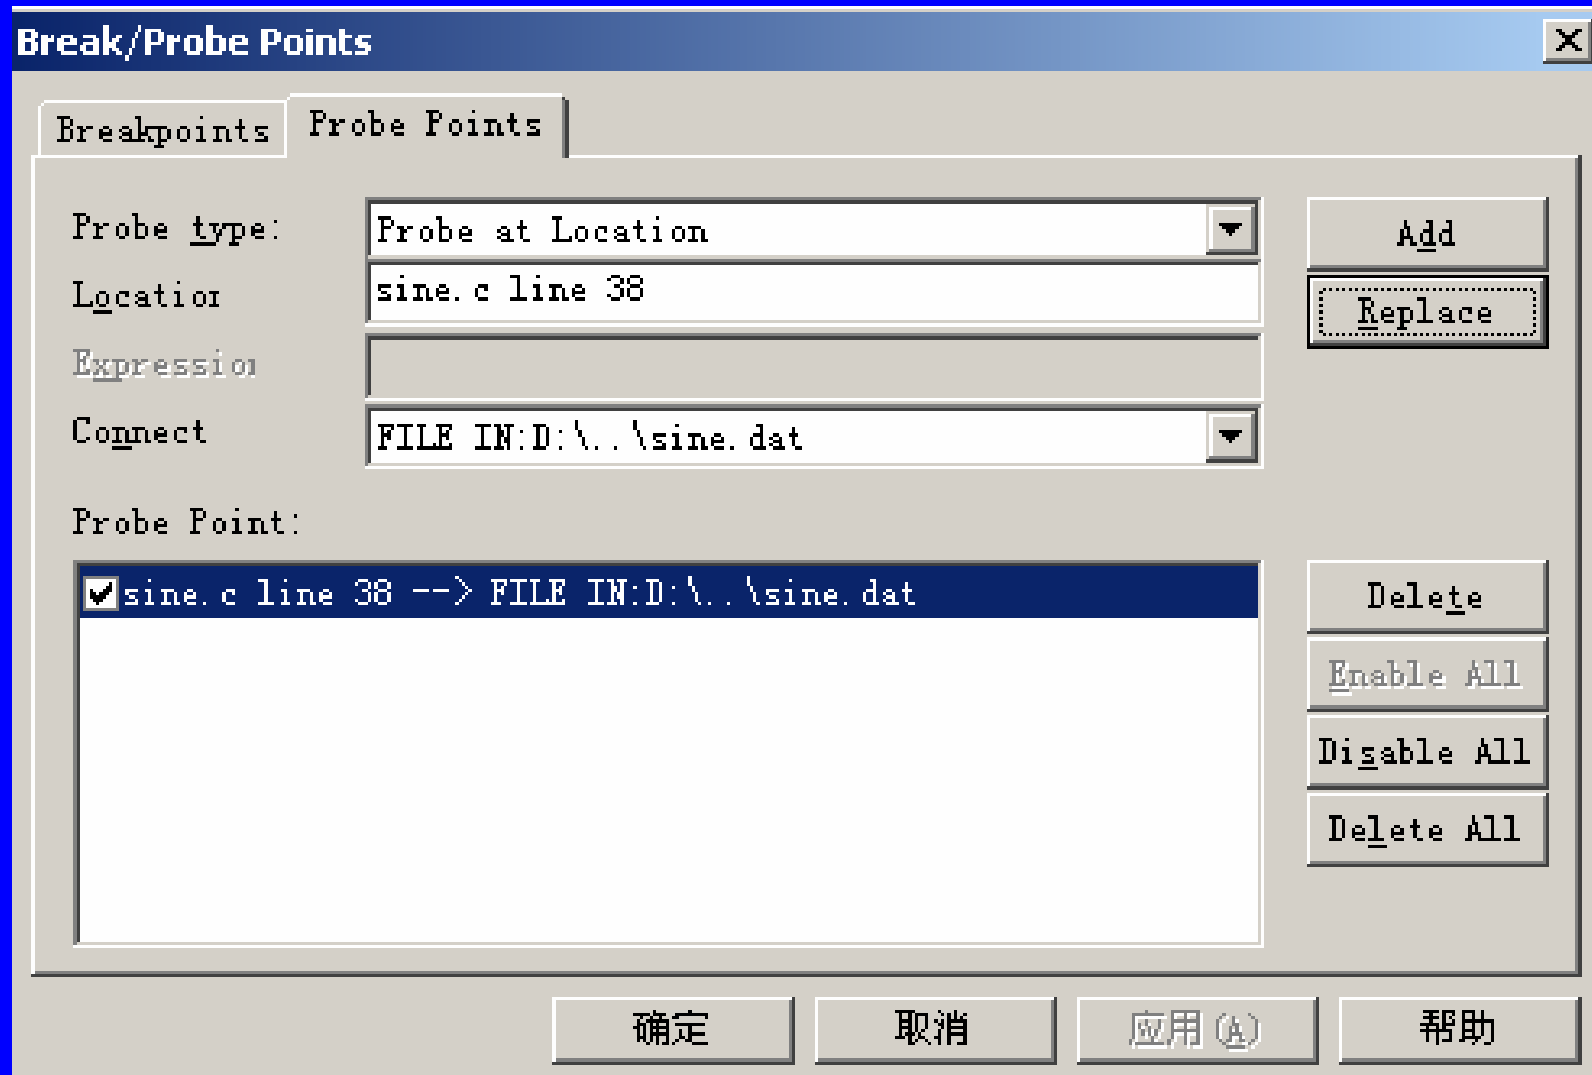

图4-23 断点/探针对话框
② 在**File Input**表中，点击**Add File**按钮。在弹出的对话框中查找**sine.dat**文件，并将它打开，加到“**File I/O**”对话框中；若要添加或输出其他文件重复以上操作。
③ 设数据存放的存储地址及长度。地址字段指定数据传送或获取的地址，可以在该区域输入有效的符号或数字。长度区域表明每次传输或读取的抽样点数。在“**File I/O**”对话框中，将地址改为**currentBuffer.input**，长度改为**100**。
④ 在**Wrap Around box**框中打√，选择该项可以循环执行文件，当执行到结尾时，再返回顶端执行。这样对于从文件产生周期信号非常有用。如果没有选择该选项，则当到了文件结束时会有提示信息：程序终止。
⑤ 当刚把文件导入“**File I/O**”对话框时，文件还没有和探针连接。此时，**probe**区域显示“**Not Connected**”。
⑥ 点击**Add Probe Point**按钮，打开“**Break/Probe Points**”对话框，如图4-23所示。